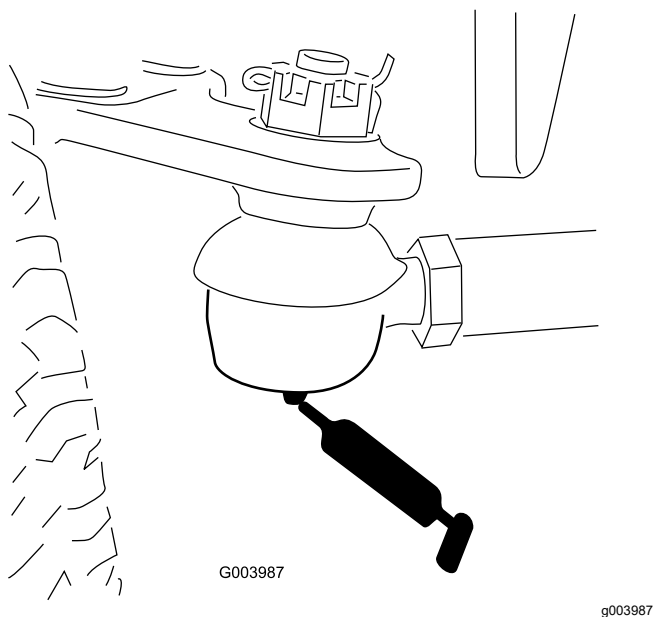

Figure 110
- Bielle de essieu arrière (2) (Figure 110).